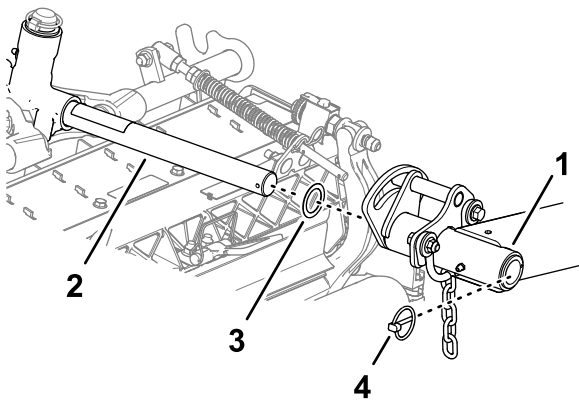

Bild 30
3. Schieben Sie ein Mähwerk unter den Hubarm (Bild 30).